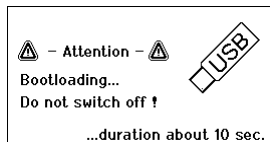

Fig. 36
La stazione di saldatura WX 2 riconosce automaticamente l'apparecchio ausiliario collegato. La stazione di saldatura WX 2 indicherà, sul lato sinistro (interfaccia anteriore (11), vedere Fig. 36) o destro (interfaccia posteriore), il simbolo oppure il nome dell'apparecchio ausiliario collegato (31/25).